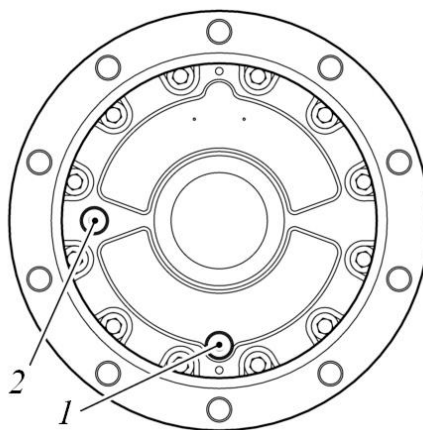

Рисунок 5.6. Процедура замены масла в бортовом редукторе (шаг 1)
- ▶ Двигая машину назад и вперед, установить редуктор в позицию, когда одно из отверстий находится вертикально снизу от центра редуктора, рис. 5.6.
- ▶ Выкрутить пробку 1, рис. 5.6 , нижнего отверстия.